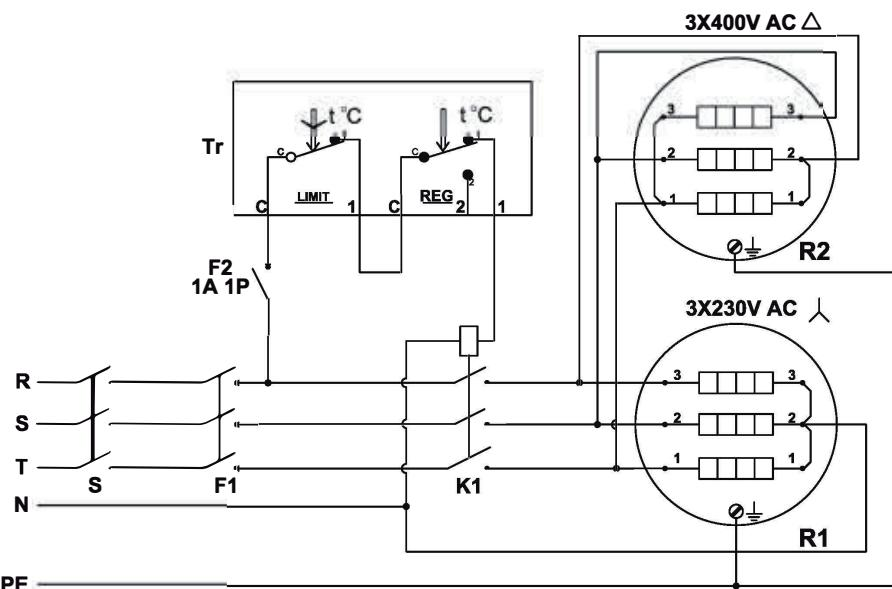

Fig 8
- Трифазна напруга живлення - підключення типу „зірка“ + з'єднання типу „трикутник“ – Fig.8 при використанні комбінації нагрівачів 7,5кВт/12кВт і 3кВт/4,5 кВт/6кВт.